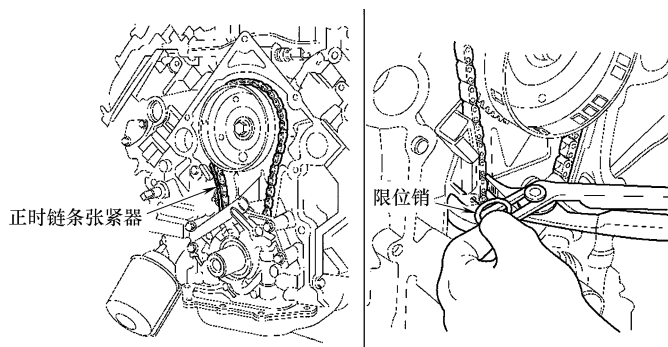

图 19-41 插入限位销
- 6) 压下正时链条张紧器，并插入限位销，如图 19-41 所示。